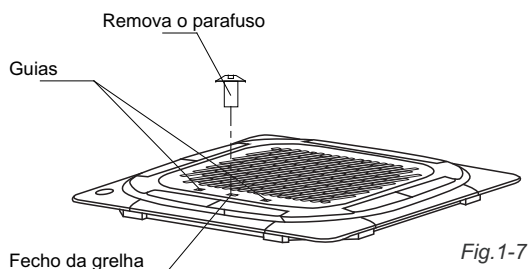

Fig. 1-7
- Faça deslizar os fechos da grelha para o meio ao mesmo tempo e, depois, puxe para baixo. (Consulte a Fig. 1-7)